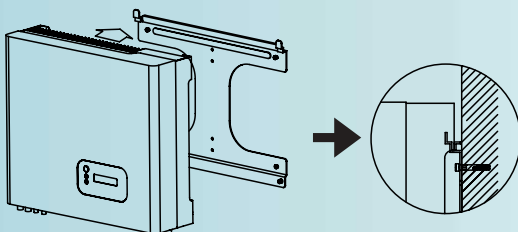

Fig. 7
- Colgar el inversor y comprobar que esté bien colocado en sus cuatro puntos de anclaje (Fig. 7).